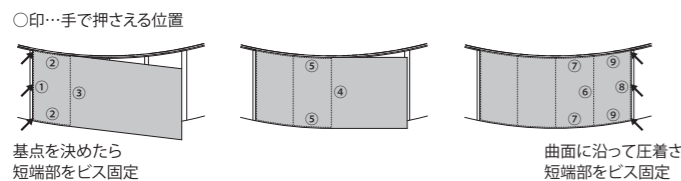

図3. 貼り進める順番
②基点側の短端部ビス固定
- 図3の①②の位置をしっかりと壁面へ押さえながら、短端部へ3箇所以上ビス固定します。
③圧着固定
- 図3の様に(①～⑨の順に)曲面に沿わせて両面テープを圧着させながら、順番に固定していきます。
④端部ビス固定
- 図3の様に曲面に沿わせて圧着させながら曲げた後、基点の反対側の短端部を3箇所以上ビスで固定します。状況により、他の箇所にも適宜ビスによる固定を行って下さい。
- ※ビス固定について、上記②基点側の短端部ビス固定の注意事項を参照して下さい。
⑤パテ補修